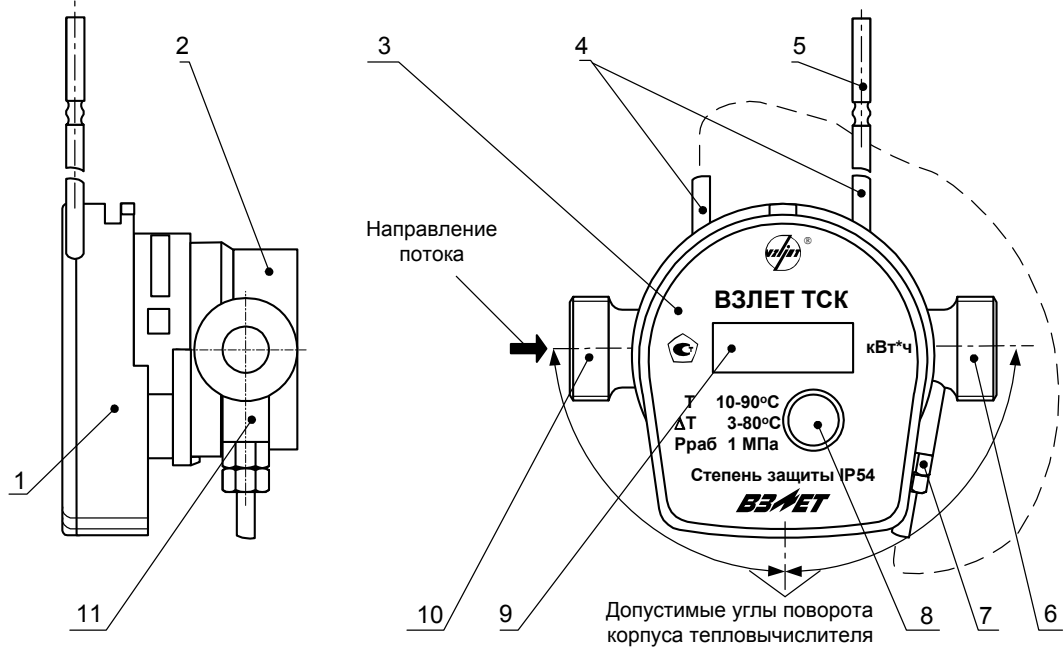

Рис. 1. Внешний вид теплосчетчика «ВЗЛЕТ ТСК».
Теплосчетчик «ВЗЛЕТ ТСК» представляет собой измерительный прибор (рис.1), в котором тепловычислитель (1), водосчётчик (2) и термодатчики (5, 7) составляют единый конструктив.
ВНИМАНИЕ ! Углы поворота корпуса тепловычислителя не должны превышать величину $\pm 90^\circ$ (рис.1) во избежание повреждения внутреннего кабеля тепловычислителя.